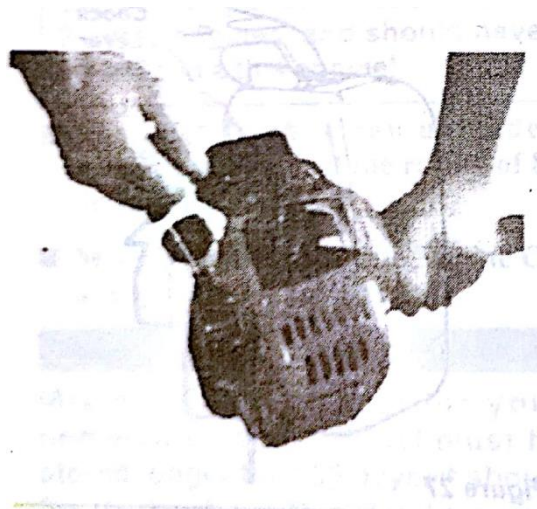

Figura 28
1. Coloque la podadora en el suelo en posición horizontal y libre de obstáculos. Adopte una posición segura, sujete la máquina firmemente; preste atención a que la herramienta de corte no toque ningún objeto ni tampoco el suelo. Sujete la empuñadura en el tubo exterior con la mano izquierda agarre el mango de la cuerda de arranque con la mano derecha. Ver Figura 28